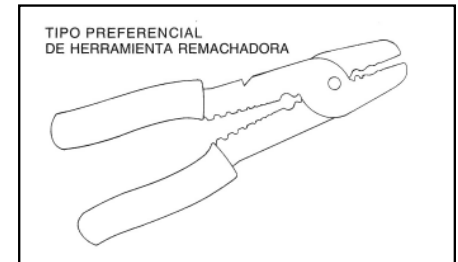

figura 5
- E) Instalar las terminales nuevas en el alambrado. Si las originales fueron cortadas, la terminal grande va al positivo (+). Cuando la terminal chica esté conectada al negativo (-), verifique si hizo ta conexión correctamente, porque si están invertidas la bomba funcionará en sentido contrario y no bombeará el combustible. Despuntar la insulacin del alambre a 1/4" e instalar las terminales con la herramienta para remachar (ver figura 5). Remache correctamente las terminales y verifique que están bien juntas y seguras de no caerse o sottarse.